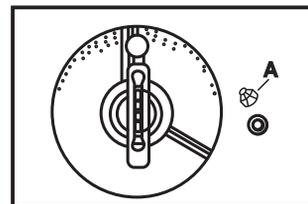

Fig. 2a
a) Cambie el plato divisor sacando la tuerca "A", la arandela y la manivela. (Figs. 2a y 2b).